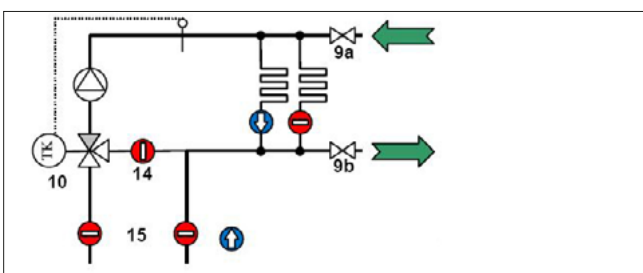

Fig. 8-4
7. For at fylde og skylle varmekredsene skal fyldeslangen forbindes til forsyningens fylde- og aftapningsventil (9a, Fig. 8-4) og tømmeslangen til returkredsens fylde- og aftapningsventil (9b, Fig. 8-4).